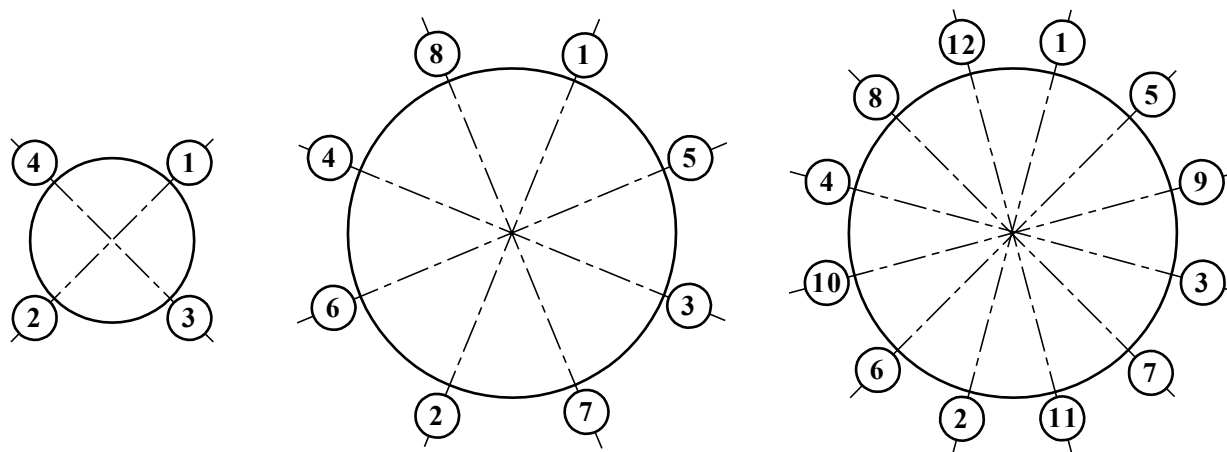

Рис. 5. Очередность затяжки гаек на фланцах.
3.2.6. Затяжка гаек при установке ППР или имитатора в трубопровод должна производиться в очередности, обозначенной на рис.5, динамометрическим ключом с крутящим моментом не более, указанного в табл.1. В случае превышения усилия затяжки возможно повреждение ППР, вызывающее протечку во внутреннюю полость ЭМР.